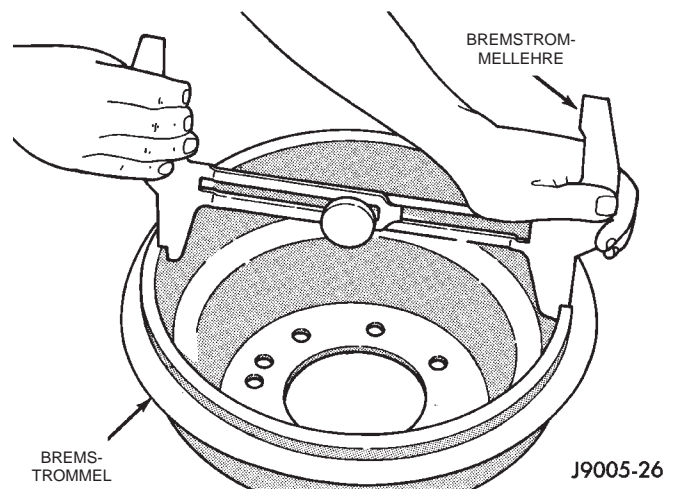

Abb. 60 Bremstrommellehre auf Bremstrommel einstellen
(1) Sicherstellen, daß die Feststellbremse vollständig gelöst ist.
(2) Das Fahrzeug hinten anheben und Räder und Bremstrommeln abbauen.
(3) Darauf achten, daß die Hebel und Seile der automatischen Nachstellvorrichtung links und rechts richtig angebracht sind.
(4) Die Bremstrommellehre in die Bremstrommel einsetzen und auseinanderschieben, bis die inneren Schneiden die Bremsfläche der Trommel berühren; dann die Bremstrommellehre feststellen (Abb. 60).